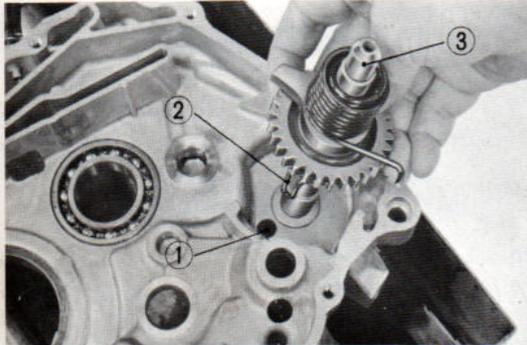

Fig. 92 Pose du mécanisme de kick
2) Reposer l'axe de kick dans le carter droit. (Fig. 92)